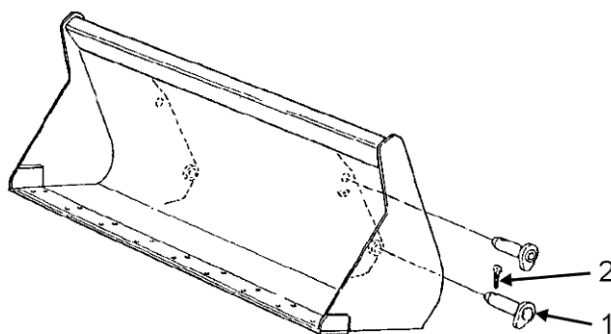

Рис. 5.55. Замена погрузочного ковша
1. Установить ковш плоско на ровную, опорную поверхность и подпереть его подпоркой (1).
3. Подсоединить рукоять, установить и заблокировать шкворни (2) и (3).
5.22.2. ЗАМЕНА ПОГРУЗОЧНОГО КОВША (Рис. 5.55)